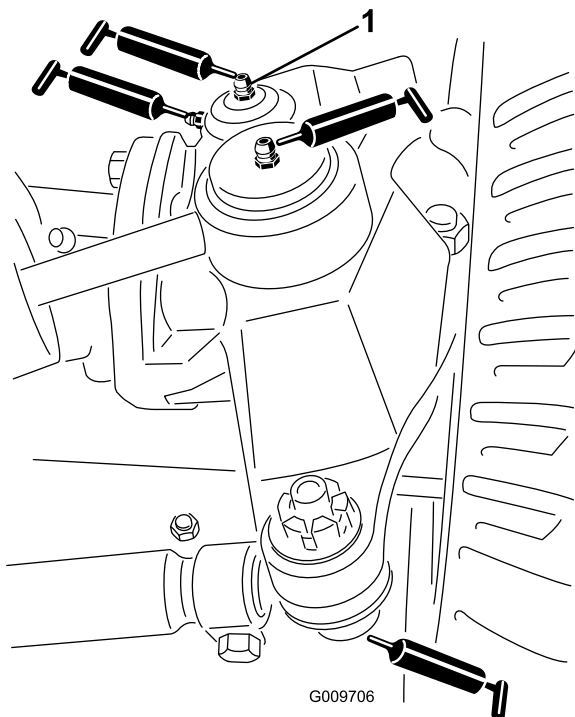

图 28
- 转向油缸球窝接头 (2) (图 28)
- 横拉杆球窝接头 (2) (图 28)
- 主销轴套 (2) (图 28)。主销顶部接头应每年润滑一次 2 个泵。